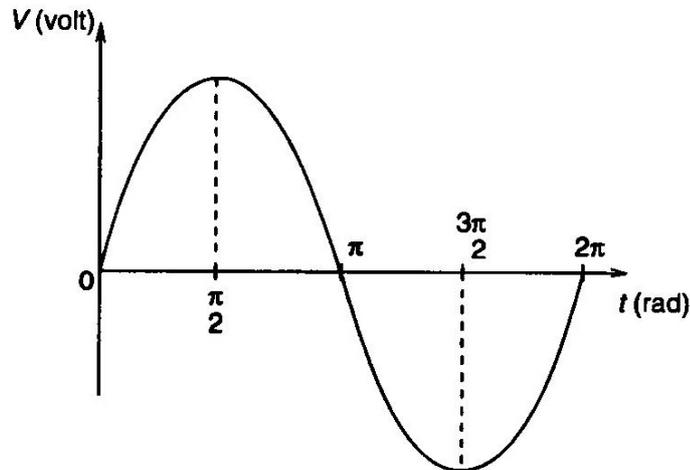

Figure 3 – Cycle de tension exprimé en radians
b) En radians (rad) (un cycle correspond à 2π rad) (figure 3).